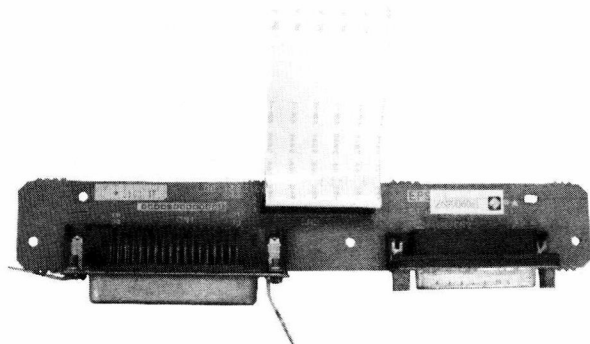

图 1-9 针式打印机接口电路的结构 (LQ-300k)
④接口电路。接口电路是打印机与计算机之间信号传输的通道，用于完成计算机与打印机之间的信号传输和数据交换。图 1-9 所示为典型针式打印机接口电路的结构。